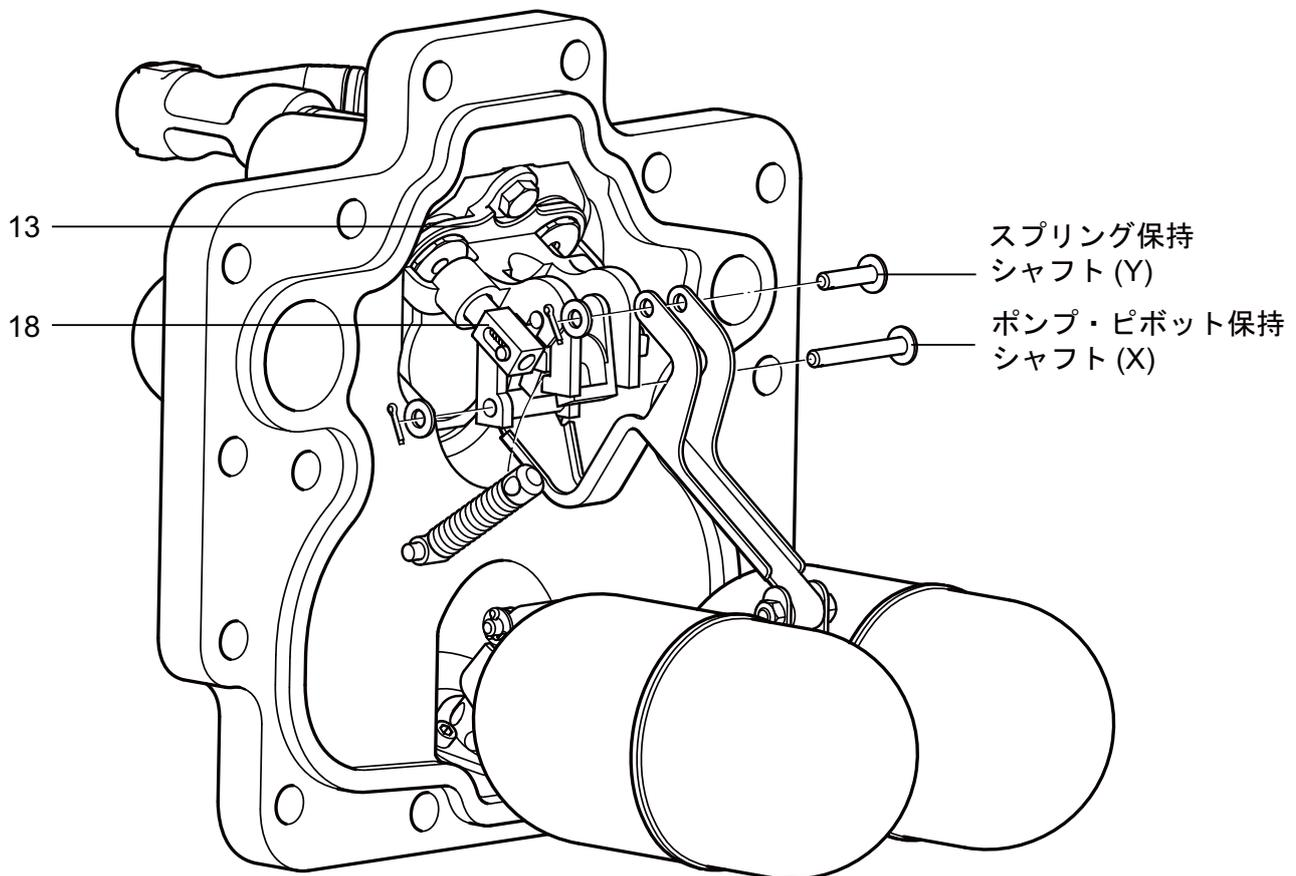

図 26. APT14 型図示
15. 排気弁(部品番号18)を外すには、上部スプリング・ピボット及びポンプ・ピボット(図26参照)からスプリット・ピン、ワッシャーおよびシャフト(XおよびY)を取り外します。